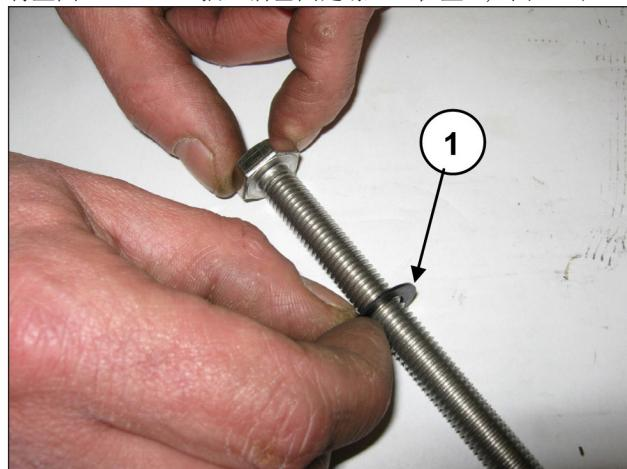

图 157
将垫圈 $\varnothing 10 \times 18 \times 0.9$ 插入活塞固定螺丝（位置①，图 157）。